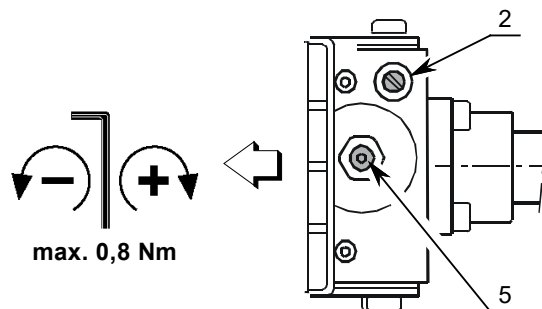

Abb. 7
- Die Schraube 2) (Abb. 7) lösen und einen Druckmesser anschließen;